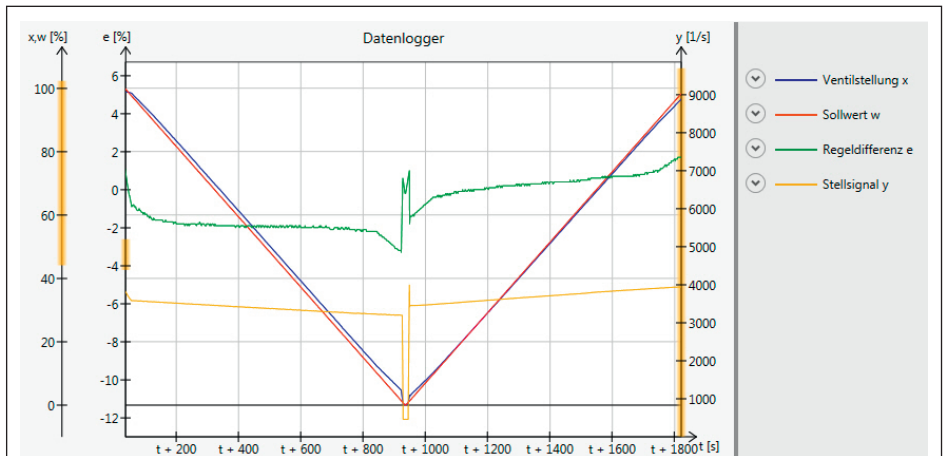

Bild 16: Vollhubtest zur Bestimmung der Rampenzeiten beim Teilhubtest
5. Datenlogger auswerten: Wenn die Ventilstellung gleichmäßig dem Sollwert folgt, dann können die eingestellten Rampenzeiten für den Teilhubtest verwendet werden. Ist dies nicht der Fall, dann sollte der Vollhubtest mit geänderten Rampenzeiten wiederholt werden, bis die Ventilstellung direkt dem Sollwert folgt (Bild 16).